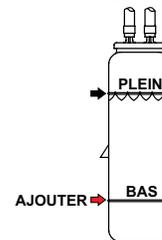

Figure 11. Réservoir de récupération de liquide de refroidissement
L'ajout quotidien de liquide de refroidissement se fait à partir du réservoir de récupération (Figure 11). Lorsque vous ajoutez du liquide de refroidissement au radiateur, **NE** retirez **PAS** le bouchon du radiateur tant que l'unité n'est pas complètement refroidie. Consultez le Tableau 7 pour les capacités de liquide de refroidissement du moteur, du radiateur et du réservoir de récupération.
1. Vérifiez que le niveau du liquide de refroidissement dans le réservoir de récupération du liquide de refroidissement se situe entre les repères **PLEIN** et **BAS**, comme illustré à la Figure 11.